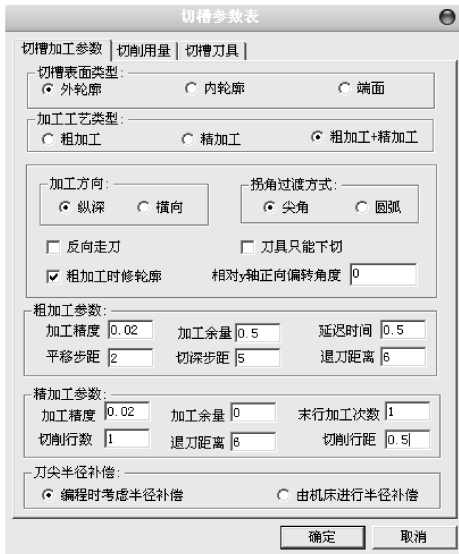

图 8-22 切槽加工参数设置
1) 在菜单栏中选择【数控车】→【切槽】命令，或者单击【数控车】工具栏中的按钮，系统弹出【切槽参数表】对话框，单击【切槽加工参数】选项卡，设置的参数如图 8-22 所示；单击【切削用量】选项卡，设置的参数如图 8-23 所示；单击【切槽刀具】选项卡，设置的参数如图 8-24 所示，设置完成后单击【确定】按钮。